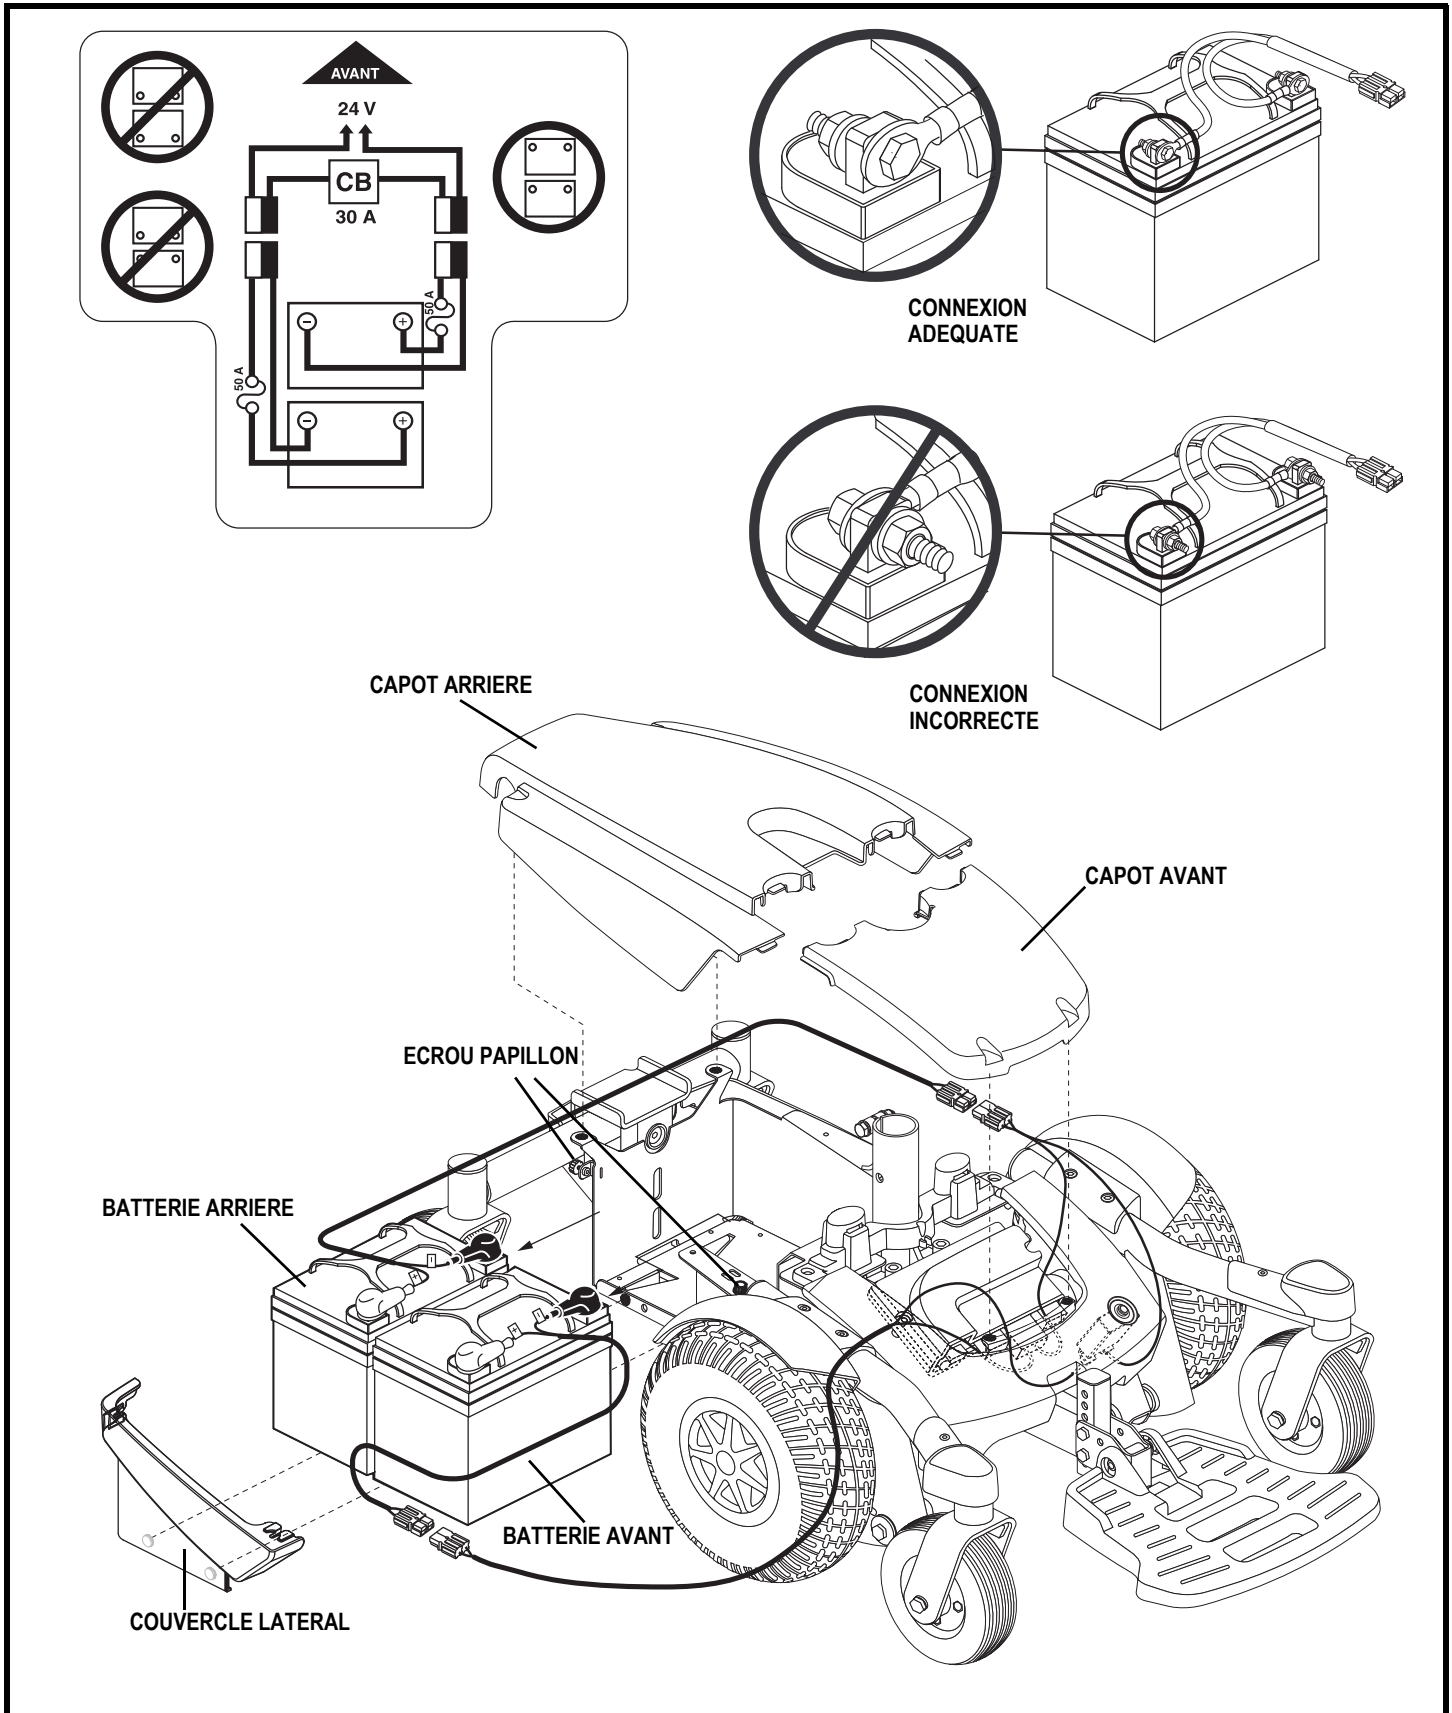

Figure 29. Installation des batteries (Siège retiré pour plus de clarté – Select 6 montré)
Un diagramme est imprimé sur un autocollant situé sur la boîte à batteries. Voir la figure 29. Voir la section VI. "Batteries et recharge" pour connaître les spécifications des batteries.
3. Enlevez le capot arrière. Voir la figure 29.
5. Débranchez le câble de la batterie arrière de la base motorisée. Voir la figure 29.
8. Débranchez le câble de la batterie arrière de la base motorisée. Voir la figure 29.
10. Démontez les fils des vieilles batteries pour les installer sur les nouvelles. Assurez-vous que les connexions soient dans la bonne direction. Voir la figure 29.
11. Placez la batterie avant sur la base motorisée en prenant soin de placer les bornes face à l'avant de la base. Voir la figure 29.
14. Placez la batterie arrière sur la base. Assurez-vous que les connexions soient dans la bonne direction. Voir la figure 29.